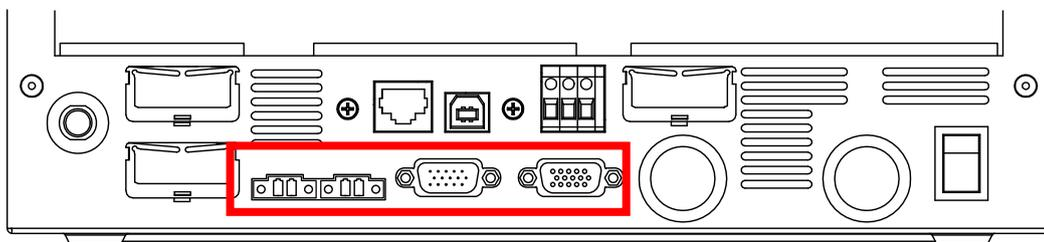

Figure 7 : Vue du bas de l'onduleur avec carte parallèle installée.
10. Fixez le panneau parallèle à l'endroit où le panneau beige a été installé à l'origine à l'aide des deux vis et rondelles de l'étape 4. Une fois terminé, le panneau parallèle sera placé au même endroit que le panneau beige avant le retrait, connecté aux mêmes connecteurs et fixé avec les mêmes vis. Les connecteurs de la carte parallèle doivent correspondre aux découpes du boîtier métallique de l'onduleur, comme indiqué à la Fig. 7.
12. Revisser la carte de communication dans l'onduleur, à l'inverse de l'étape 3. Utiliser les vis retirées à l'étape 3. Le fond de l'onduleur doit maintenant avoir l'apparence de la Fig. 7.